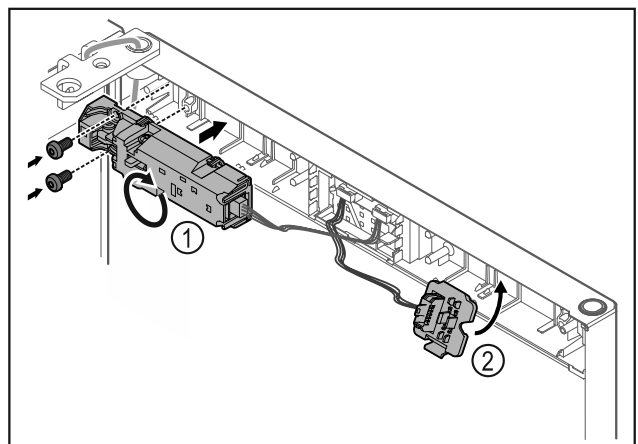

Fig. 18
- ▶ Forgassa el a zárat Fig. 18 (1) 180°-kal, és rögzítse azt az ellenkező oldalon.
- ▶ Reteszelve be a dugófoglalatot Fig. 18 (2) az ellenkező oldalon.